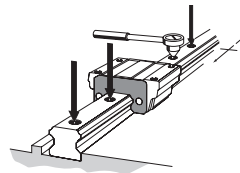

Abb. 10 Festziehen der Befestigungsschrauben
- (4) Die Befestigungsschrauben mit einem Drehmomentschlüssel auf das vorgeschriebene Drehmoment festziehen (siehe Abb. 10 und Tab. 1 und Tab. 2 und **B1-101**).